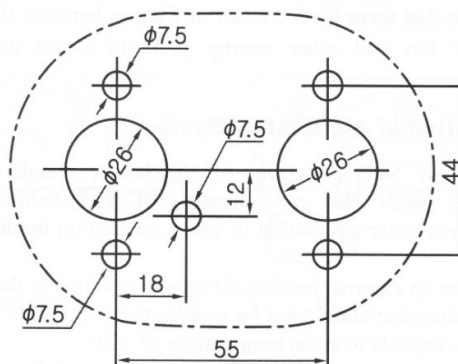

Figura 3
2.3.1 În cazul în care vehiculul are prevăzut locul de montaj având efectuată amprenta conform conturul din figura 3, montajul se efectuează în acest loc practicându-se găurile conform figura 3.